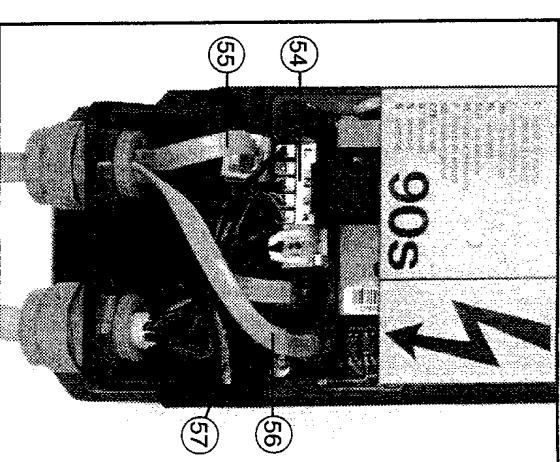

Рис. 9: Подсоединения к редукторному двигателю с преобразователем частоты
- Вставьте маркированный системный провод в гнездо управляющего сигнала (53) и не маркированный системный провод в гнездо датчика числа оборотов (52) (рис. 9). Подсоедините РЕ-провод к выводу для защитного провода (57).
- Вставьте маркированный системный провод к гнезду для управляющего сигнала (56) и не маркированный сигнальный провод - к гнезду датчика числа оборотов (55).